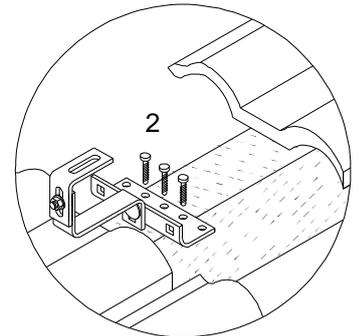

Abb. 4
3. Mit den zwei Torbandschrauben können die Haken an die Höhe der Dachlatte bzw. Dachziegel angepasst werden. Der Abstand zwischen den Aufstellgarnituren und dem Dach soll so gering als möglich gehalten werden. Mittels Gestellschrauben (2) werden die Haken (1) an den Sparren angeschraubt (Abb. 4).